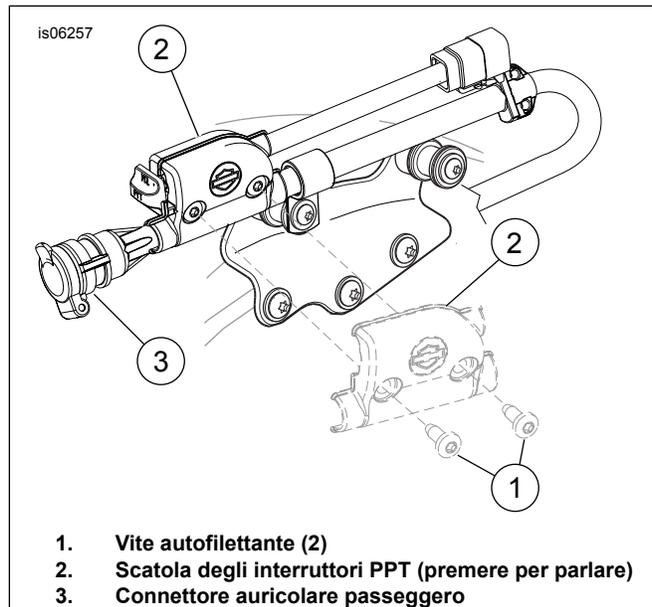

Figura 5. Installazione del cablaggio PPT (premere per parlare)
- Vedere Figura 5. Installare la scatola degli interruttori PPT (2) collegandola alla scatola per la presa dell'auricolare del passeggero (3). Collocare la scatola degli interruttori in modo che il pomello si trovi vicino al cappuccio flip sul connettore dell'auricolare del passeggero.
- Inserire le viti autofilettanti (1) nella scatola degli interruttori ma non serrare completamente. Determinare la posizione finale dopo l'installazione della sella e degli accessori.